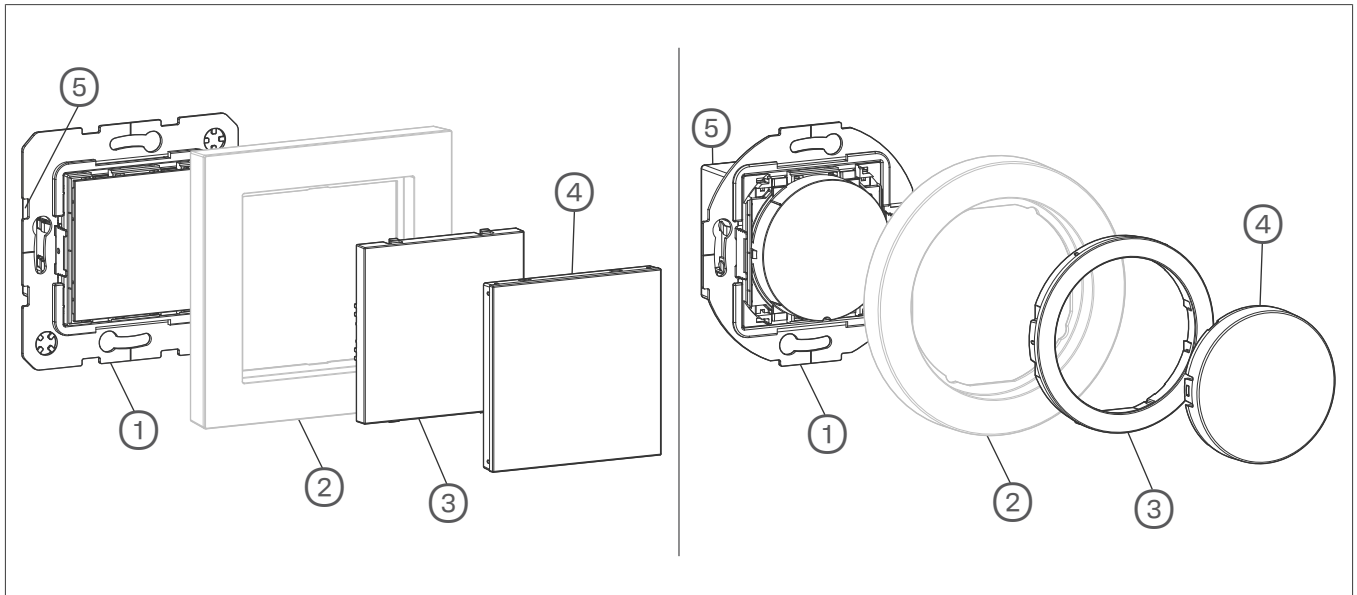
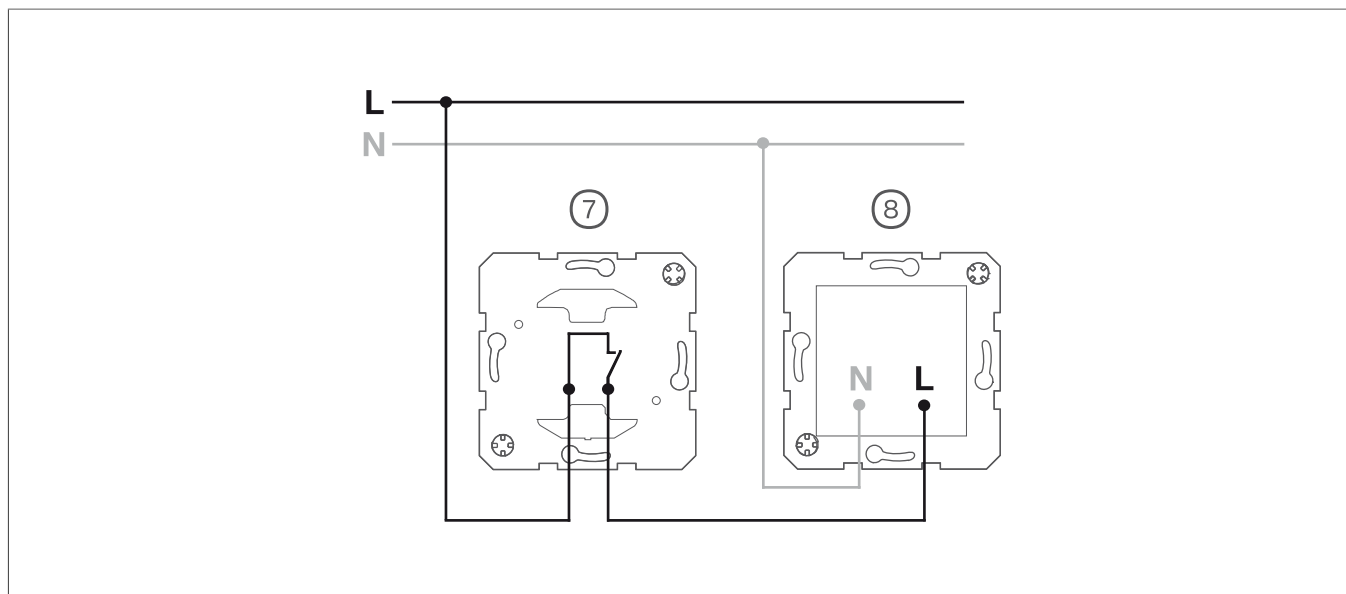

Fig. 1: Segnale luminoso a LED A.x/C.x (sinistra)..., ...serie rotonda (destra)
Fig. 2: Esempio di collegamento del segnale luminoso a LED, illuminazione bianca
- 1 Collegare il segnale luminoso a LED con interruttore/deviatore (7) (Fig. 2).
- 2 Installare l'inserto (8) in una scatola da incasso. I morsetti di collegamento devono trovarsi in basso.
- 3 Completare il segnale luminoso a LED (Fig. 1).
- 4 Posizionare la cornice di finitura (2) sull'anello di supporto dell'inserto (1).
- 5 Posizionare un foglio di protezione (3) sotto la copertura.
- 6 Spingere la copertura (4) sull'inserto finché non scatta in posizione.
- 7 Inserire il (5) pezzo centrale.